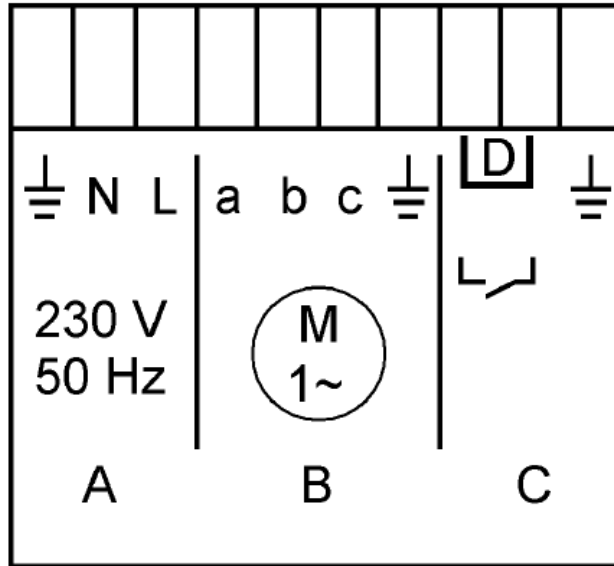

Рис. 4
- Контактные провода мотора (рис. 4, поз. В):
- Подключение поплавкового переключателя или переключателя давления (рис. 4, поз. С):